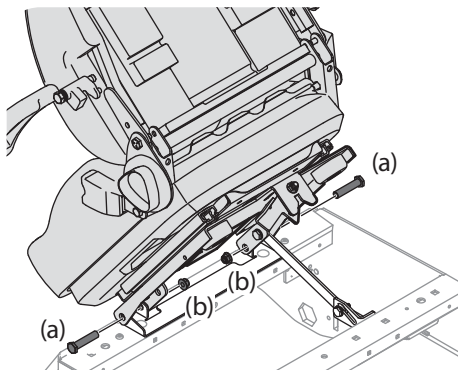

Figure 2-7
1. Retirez les écrous autobloquants à bride (b) et les boulons à épaulement (a) du sac contenant le manuel. Voir Figure 2-7.
2. Placez le siège en position de conduite, puis fixez-le comme indiqué. Voir Figure 2-7.